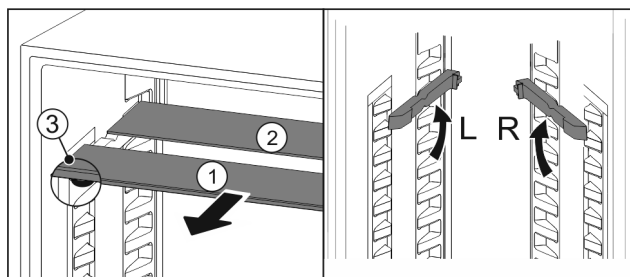

Fig. 86
- ▶ Húzza ki Fig. 86 (1) előre az üveglapokat egyesével.
- ▶ Az üveglap Fig. 86 (1) a dísléccsel előre néz.
- ▶ Az ütközők Fig. 86 (3) lefelé mutatnak.